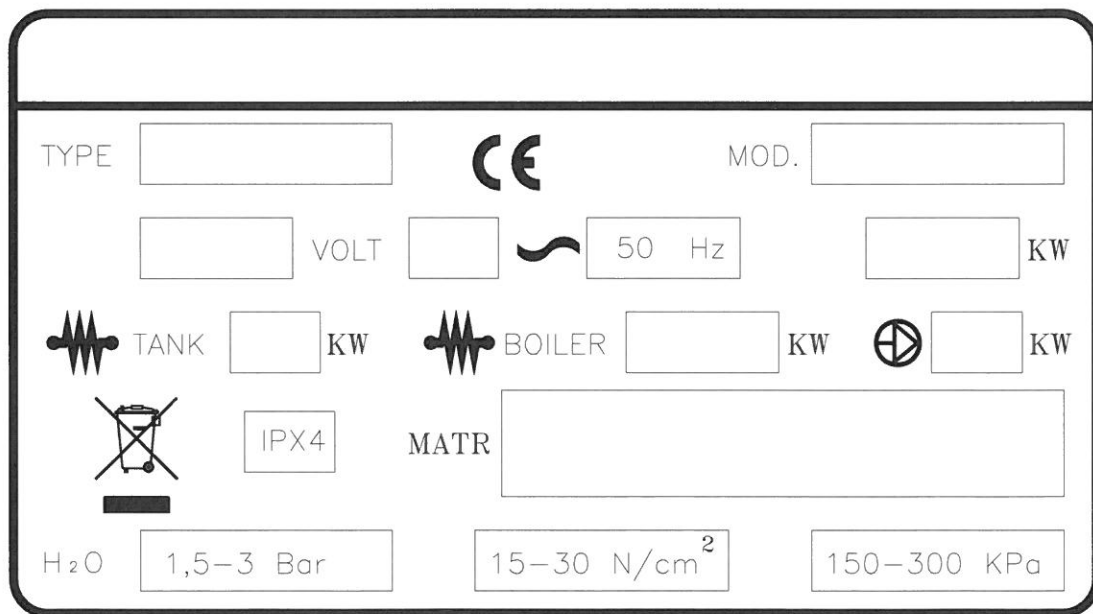

Рис. 1-1
- Табличка с техническими данными (Рис. 1-1) прикреплена на правой панели машины. Она содержит всю необходимую для установки машины информацию.
- The specifications tag (Fig. 1-1) is placed on the right-hand panel of the machine. It contains all the necessary data to install the appliance.
- Das Maschinenschild (Fig. 1-1) befindet sich an der rechten Seite des Gerätes. Es enthält alle für die Aufstellung notwendigen Daten.
- La plaque (Fig. 1-1) comportant les caractéristiques de l'appareil est placée sur le côté droit. Elle indique toutes les données nécessaires à la mise en place de la machine.
- La placa de características (Fig. 1-1) está ubicada en el flanco derecho de la máquina. Contiene todos los datos necesarios para la instalación.